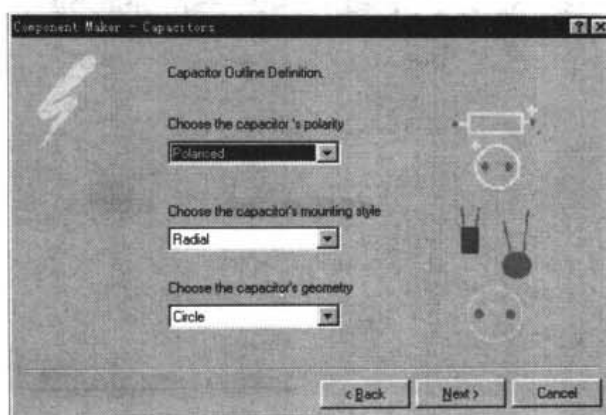

图 17-18 设置电容外部特性对话框
- (7) 设置完成后，单击 Next 按钮，进入电容外部特性设置对话框，如图 17-18 所示，可设置电容是否具有极性及电容的外观。